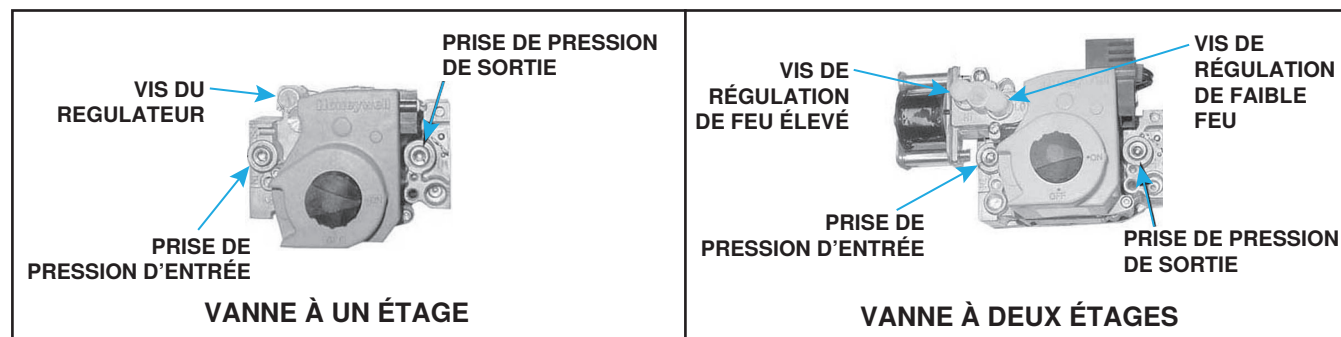

Figure 35. Vannes à gaz combinées
1. Positionnez la soupape manuelle (sur la soupape combinée) de manière à prévenir la circulation vers les brûleurs principaux et branchez le manomètre sur la prise de pression (voir Figure 35) de la soupape.
3. Normalement, aucun ajustement du régulateur réglé en usine ne devrait être nécessaire. Si un ajustement est requis, réglez la pression sur la valeur correcte en tournant la vis du régulateur (voir Figure 35) vers l'intérieur (sens des aiguilles d'une montre) pour augmenter la pression. Tournez la vis du régulateur vers l'extérieur (sens contraire aux aiguilles d'une montre) pour réduire la pression. Consultez la documentation du fabricant de la soupape qui accompagne la fournaise pour des informations plus détaillées.
2. Connectez le manomètre à la prise de pression d'entrée de 1/8 de pouce sur la vanne de gaz combiné (voir **Figure 35**).